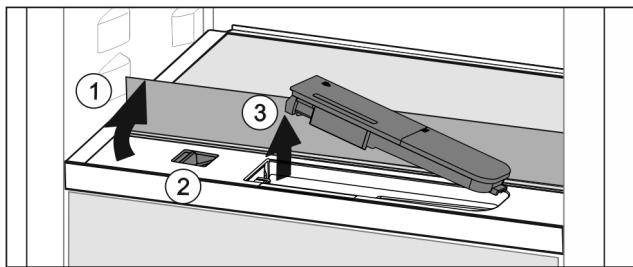

Fig. 120
- ▶ Повдигнете стъклената плоча и я завъртете до ограничителя назад Fig. 120 (1).
- ▶ Преместете пъзгача Fig. 120 (2) наляво.
- ▶ Извадете резервоара за вода Fig. 120 (3).